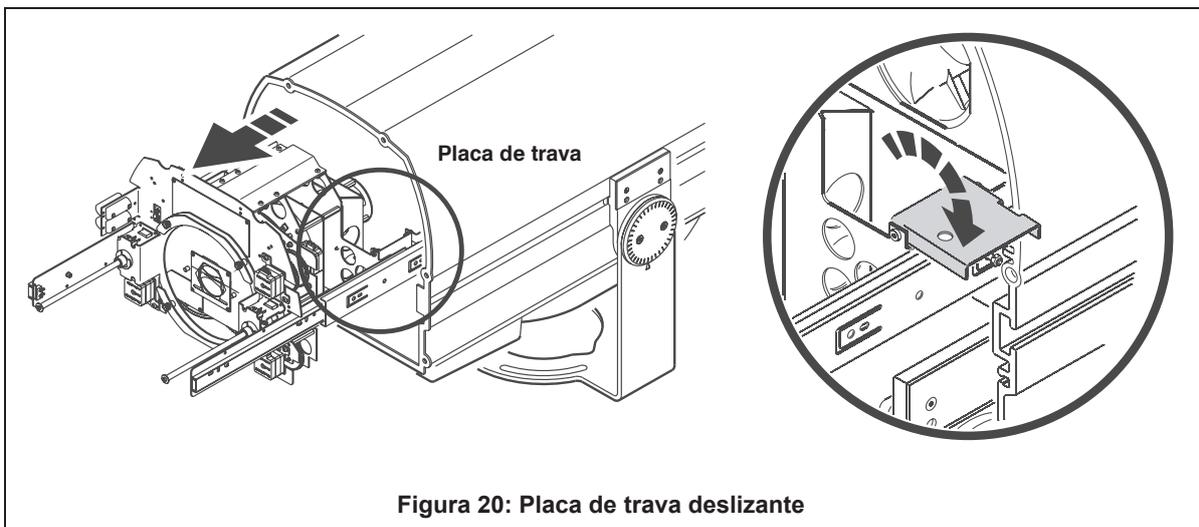

Figura 20: Placa de trava deslizante
5. Veja a Figura 20. Abra a placa de trava para travar o módulo na posição para fora.